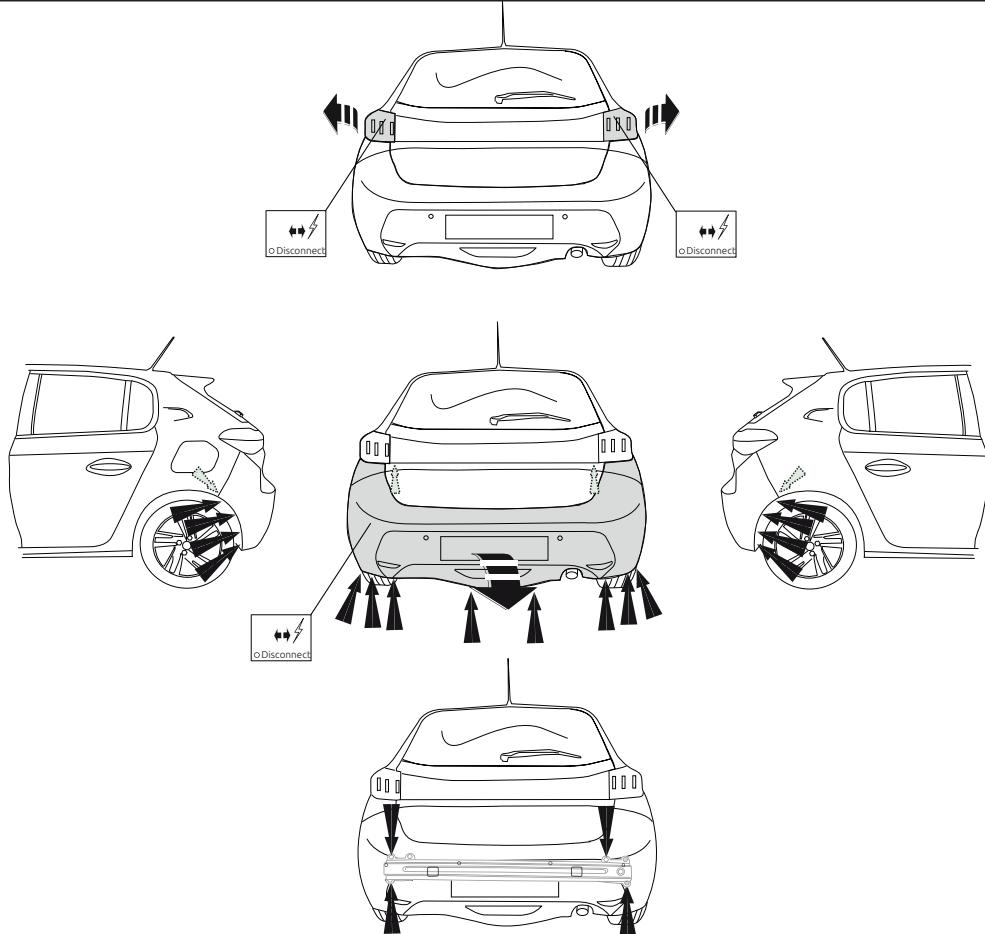

Fig. 1
- Снять указанные детали. См. рисунок 1.
- Если имеется/имеются:** Снять указанные детали. См. рисунок 1а.